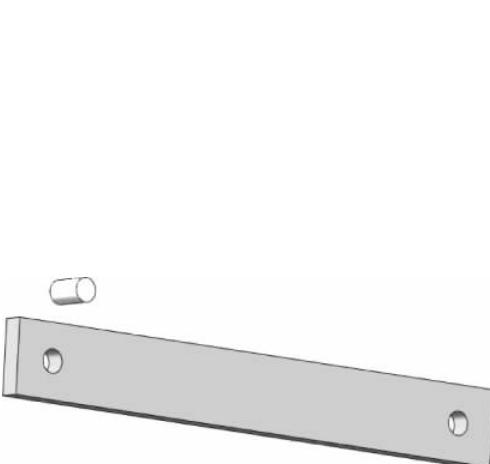

图 3-123 插入连接块 1
(1) 单击【装配体】工具栏中的【插入零部件】按钮 ，弹出【插入零部件】的属性设置。单击【浏览】按钮，在弹出的【打开】对话框中选择子装配体【连接块 1】，单击【打开】按钮，在图形区域的合适位置单击插入，如图 3-123 所示。